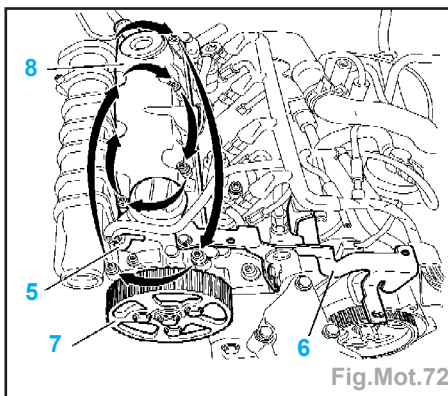

Fig.Mot.72
- Débrancher le connecteur (5) (Fig.Mot.72).